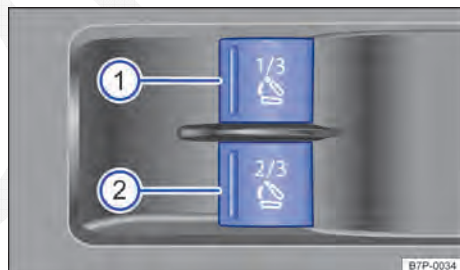

Fig. 80 Parede lateral direita no compartimento de bagagem: botões de destravamento das partes do encosto do banco traseiro.
No compartimento de bagagem encontram-se botões para o destravamento elétrico das partes do encosto do banco traseiro ⇒ Fig. 80.
- Destruar o encosto do banco traseiro mecanicamente na superfície no banco ⇒ Fig. 79 ou eletricamente no compartimento de bagagem ⇒ Fig. 80. O encosto do banco traseiro rebate sozinho para frente.
- Destruar o encosto do banco traseiro mecanicamente na superfície no banco ⇒ Fig. 79 ou eletricamente no compartimento de bagagem ⇒ Fig. 80. O encosto do banco traseiro se solta da trava.